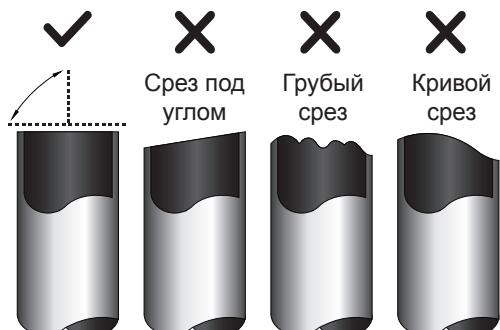

Рис. 7.1
- Труба должна быть отрезана строго под углом 90°. Примеры неправильной обрезки показаны на рис. 7.1.